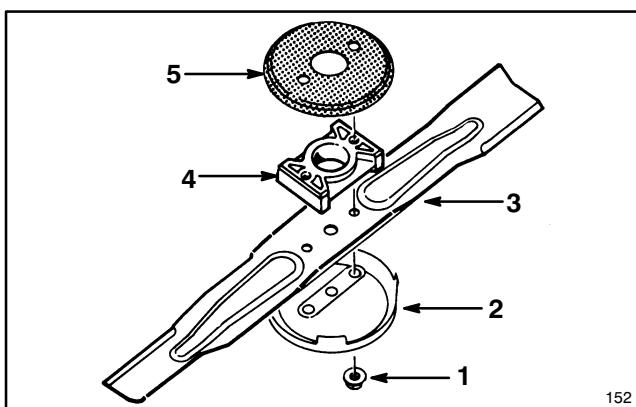

Figure 27
5. DÉPOSE DE LA LAME — Saissez l'extrémité de la lame en vous servant d'un chiffon ou d'un gant bien rembourré. Retirez les écrous de lame, la coupelle anti-débris, la lame, l'entretoise de lame et le filtre rotatif (fig. 27).